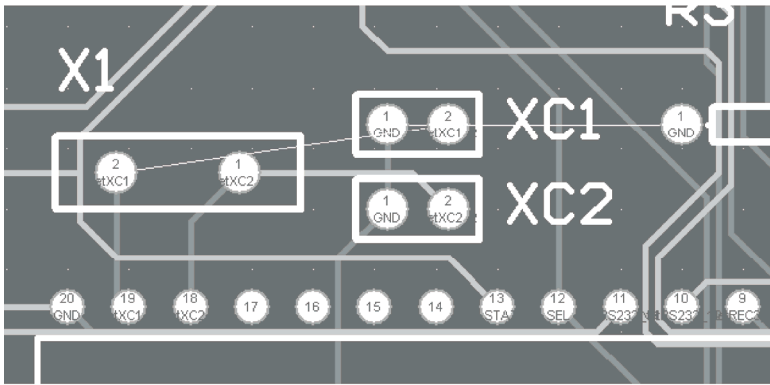

图 6-82 拆线后的结果
3) 执行完该命令后, 光标变为十字, 移动光标到要拆除的网络上, 单击确定。此时发现原先的该连线会消失, 如图 6-82 所示。